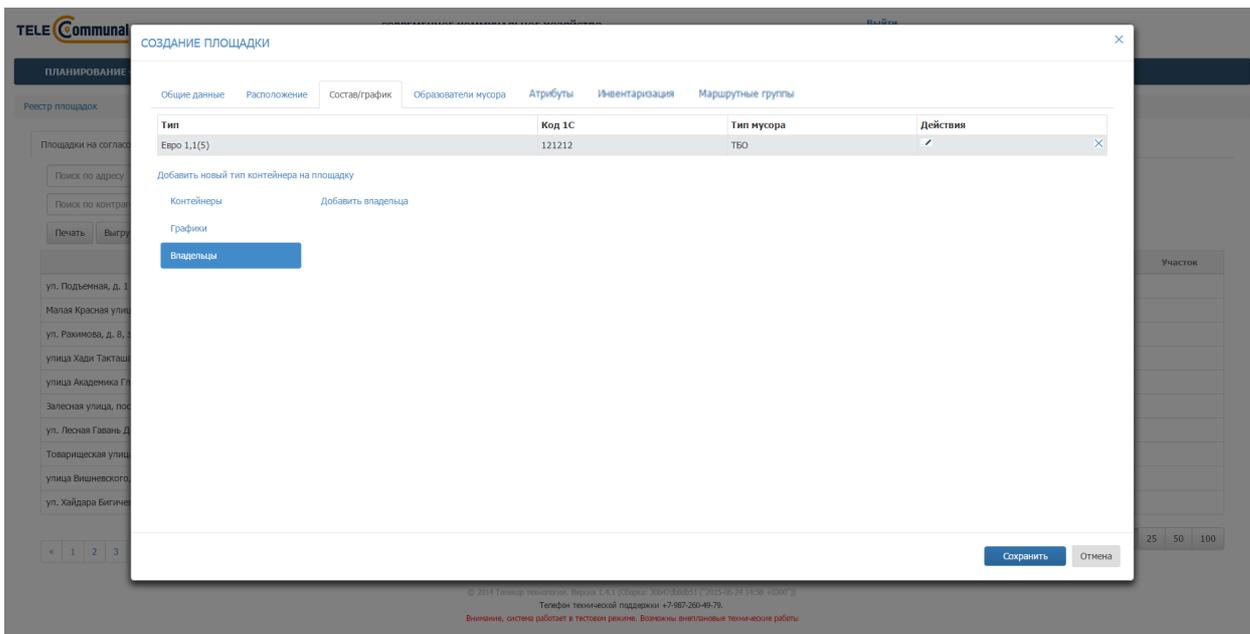
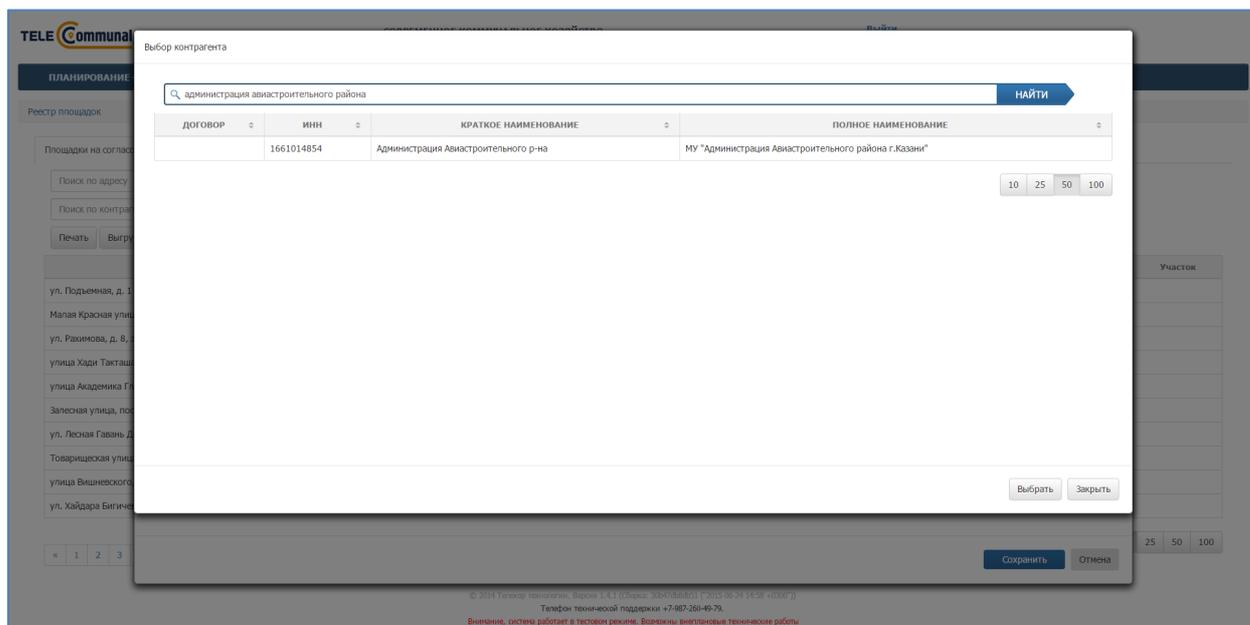
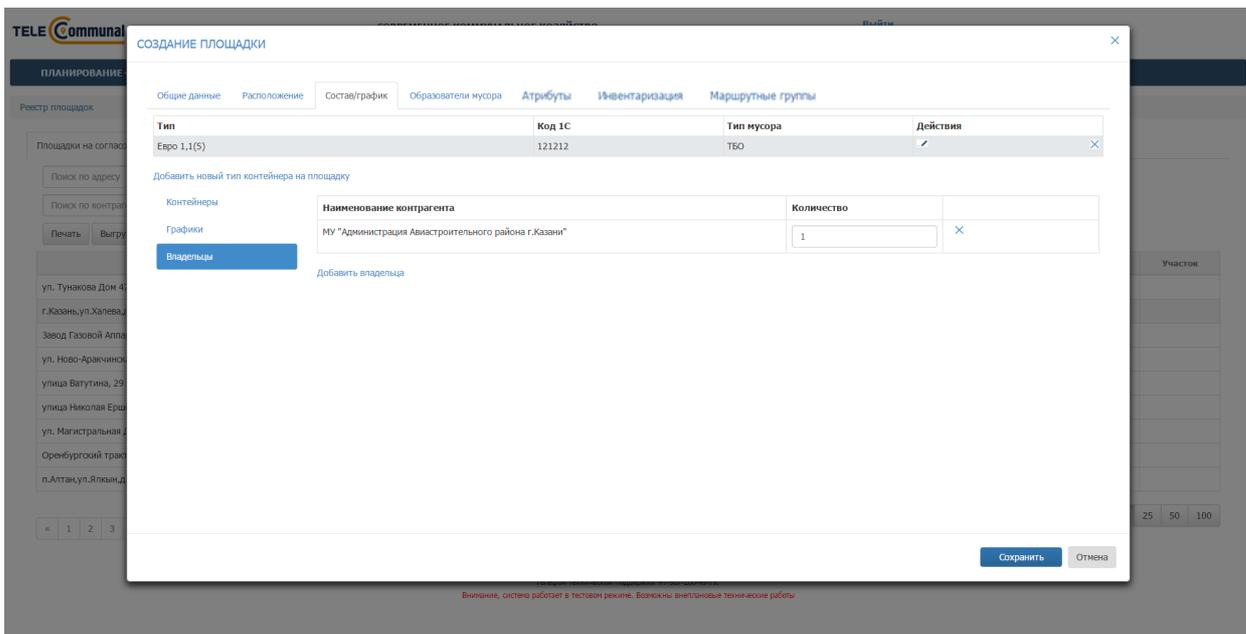

Рисунок 60. Добавление владельца площадки
Рисунок 61. Выбор владельца площадки
Рисунок 62. Редактирование количества контейнеров
**Владельцы:** для добавления владельца площадки необходимо нажать на ссылку «Добавить владельца» (Рисунок 60), в модальном окне выбрать владельца площадки и нажать на кнопку  (Рисунок 61). После этого отобразится таблица с названием владельца и полем для ввода количества контейнеров, которым владеет контрагент. Для удаления контрагента необходимо нажать на кнопку  (Рисунок 62).